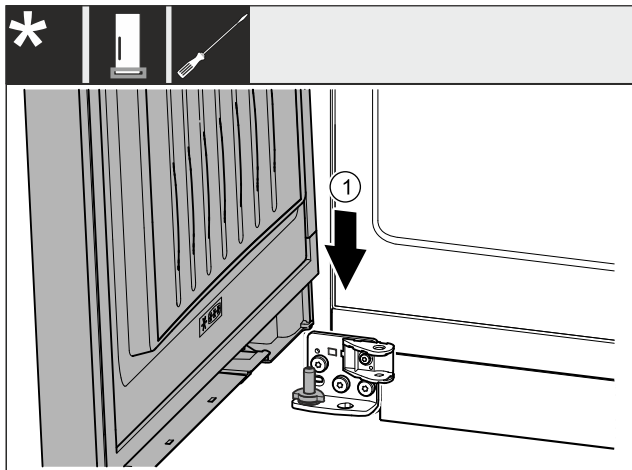

Fig. 30
- ▶ Helyezze rá az ajtót felülől az alsó csapszegre. Fig. 30 (1)